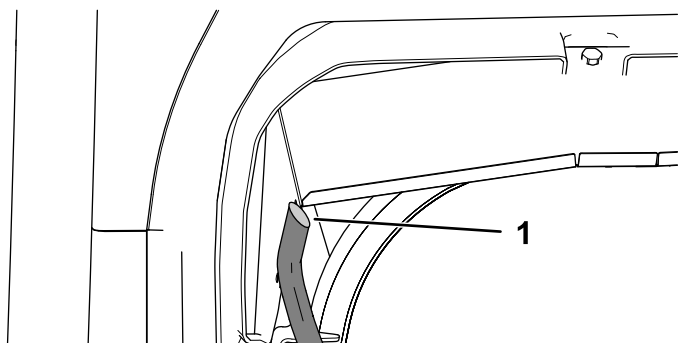

図 44
7. 透明チューブの各端部を 45° に切断する 図 44。
- 透明チューブの端部を樋の下端に合わせ、チューブ先端機体の外側にくるようにして樋に接続する図 44。